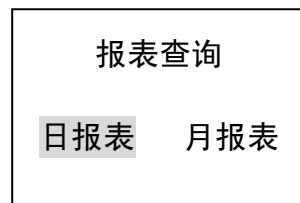

图 3
③ 退出查询：按“返回”键即可退出停电查询。
① 进入查询：按面板上“报表查询”键，仪表进入报表查询，画面如图 3 所示：